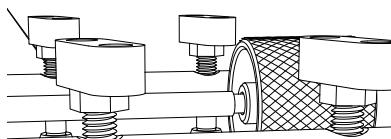

fig. 3
10. Gire los rodillos moleteados hasta que la costura esté casi cerrada, dejando un pequeño espacio para evitar que se astille durante el montaje en seco. (ver fig. 3)